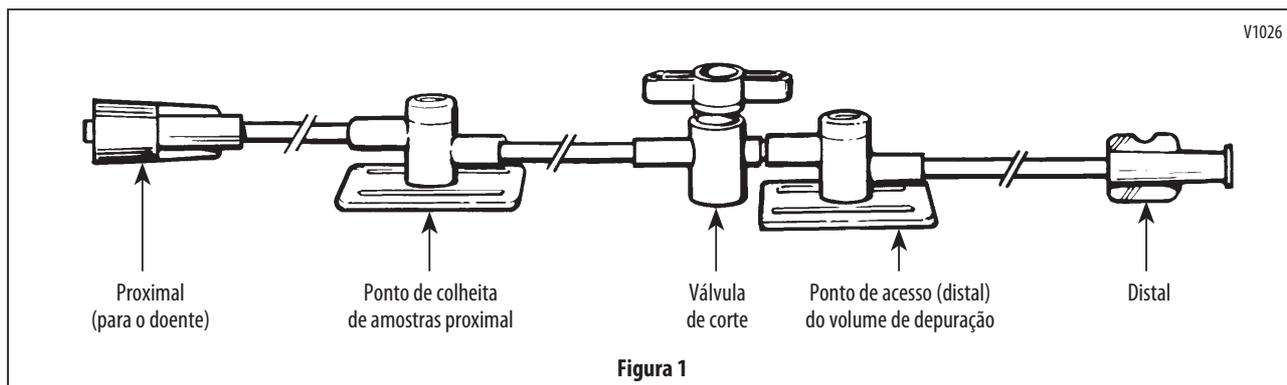

Figura 1
8. Ligue a extremidade proximal do kit de forma segura com o conector luer-lock macho ao cateter pré-cheio (Figura 1).